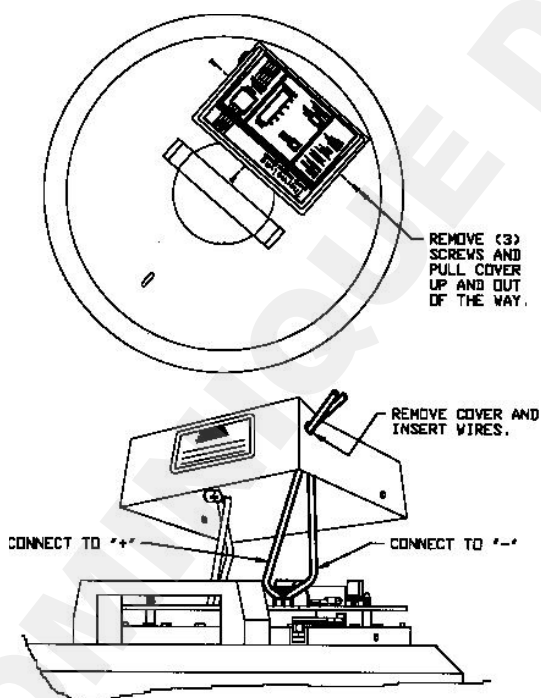

Figure 1
L'indicateur de niveau d'azote liquide peut être configuré pour présenter le système d'alarme de l'utilisateur avec un contact normalement ouvert ou fermé. Le mode en cours utilisé dépend de la position d'une seule jonction sur la carte de circuit imprimé. Pour un contact normalement ouvert, la jonction doit être placée sur J4 (voir figure 1).
2. Retirer les trois vis maintenant le couvercle de l'indicateur de niveau d'azote liquide. Tirer et soulever le couvercle et le mettre de côté (voir figure 1).
4. Connecter les câbles de l'alarme à distance comme montré sur les figures 1, 2 et 3.